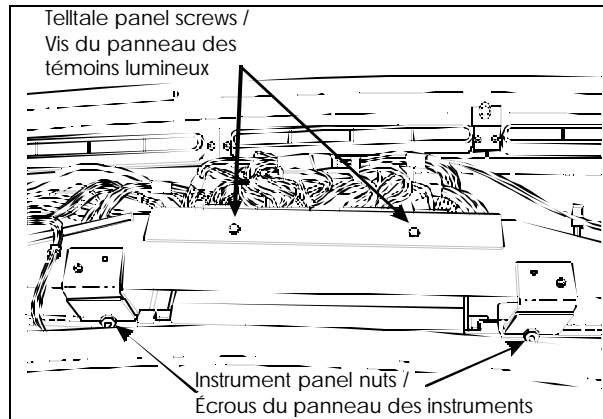

FIGURE 1 : ÉLÉMENTS DU TABLEAU DE BORD
5. Dévisser les vis fixant le panneau des témoins lumineux au logement du tableau de bord (figure 1).
6. Dévisser les écrous fixant le panneau des instruments au logement du tableau de bord (figure 1).